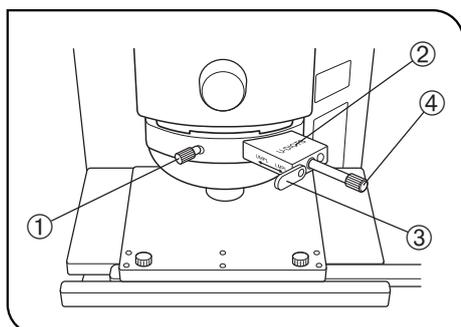

Fig. 7
## 2 Ajuste de la corredera DIC (Fig. 7)
(Fig. 7)
1. Ajuste el contraste de fondo, girando el mando de desplazamiento del prisma ④ de la corredera DIC, como se describe debajo. (Fig. 7)